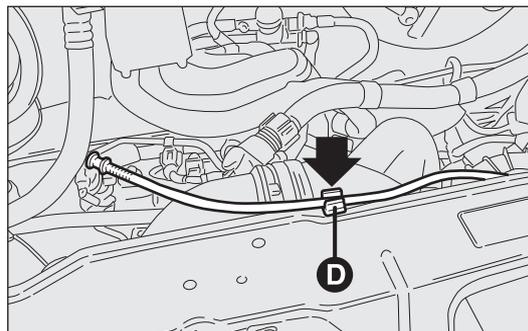
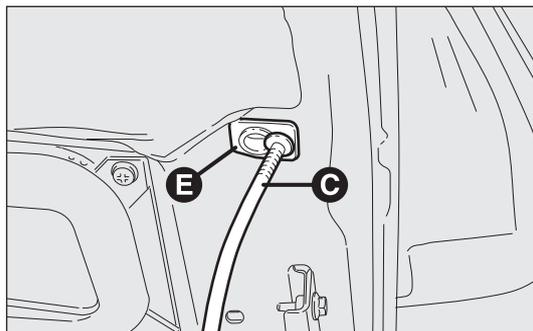

Abb. 131
Abb. 132
- die Motorhaube anheben und gleichzeitig die Stützstange Abb. 131 aus ihrer Einrasthalterung D lösen, anschließend das Ende C-Abb. 132 der Stange in die Aufnahme E an der Motorhaube einsetzen.
- ❑ die Motorhaube mit einer Hand hochhalten und mit der anderen Hand die Stange C-Abb. 132 aus der Aufnahme E nehmen und in ihre Einrasthalterung D-Abb. 131 drücken;